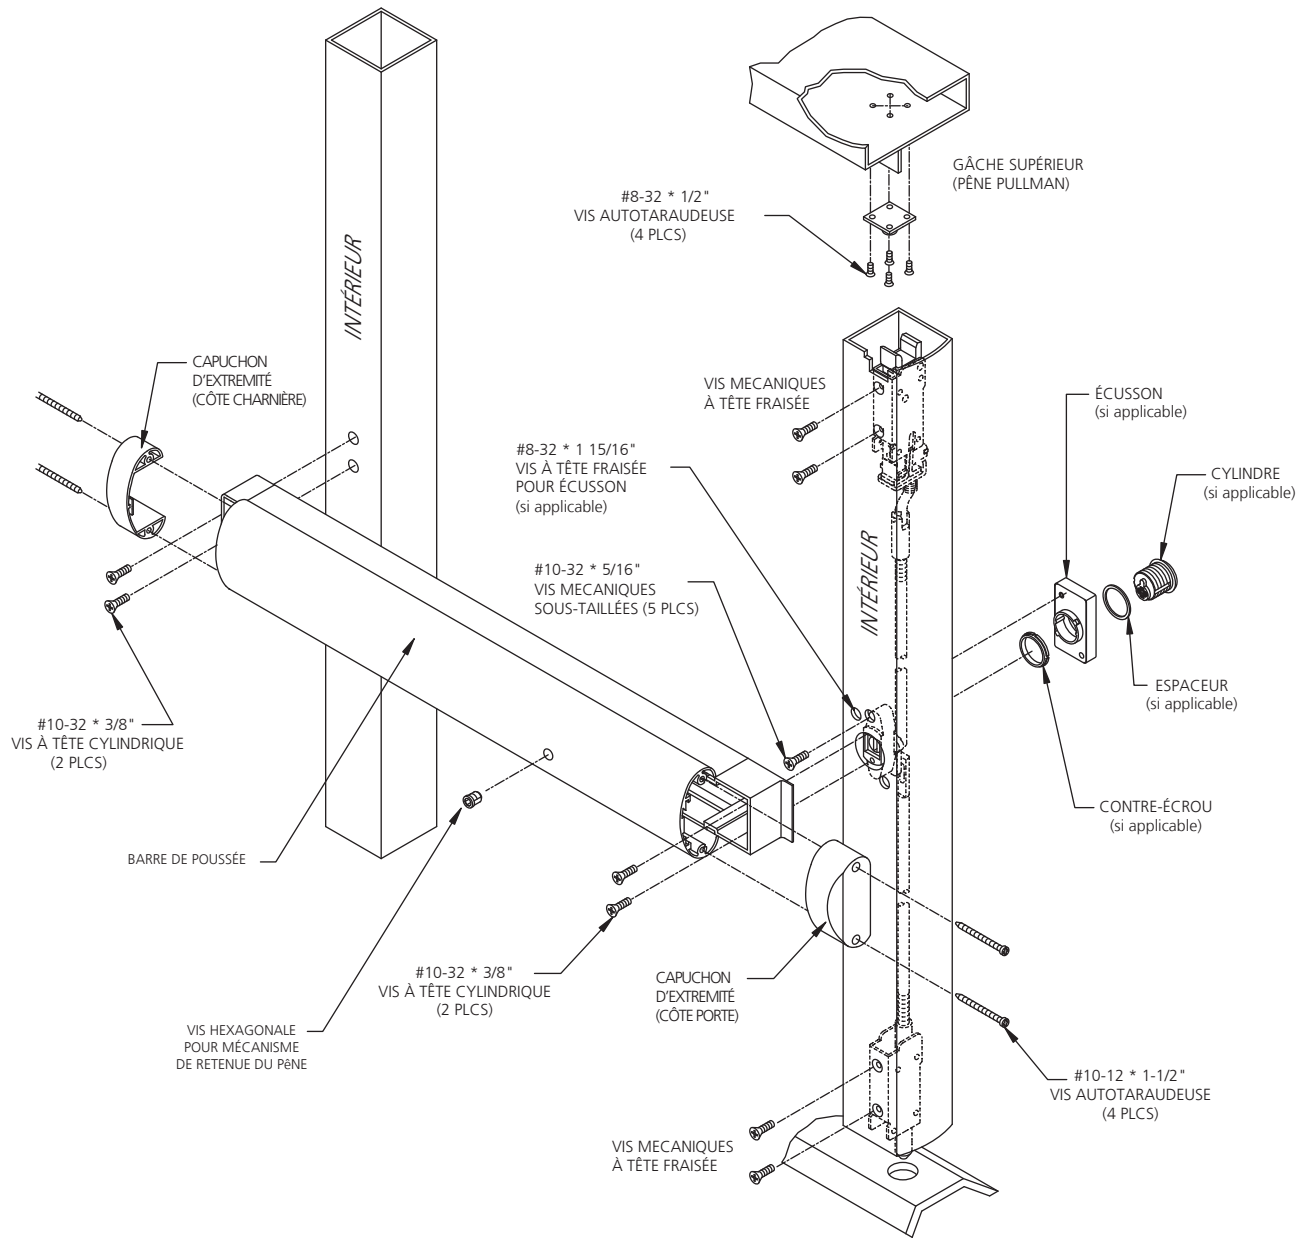

FIG. 3
3. Si un cylindre extérieur est utilisé, marquez la ligne horizontale et la ligne centrale du cylindre sur le montant extérieur de la porte (voir les figures 3 et 2).